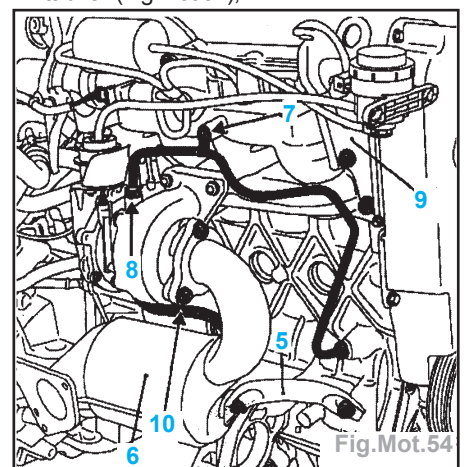

Fig.Mot.54
- la béquille (5) puis le catalyseur (6),
- la fixation (7) puis le tuyau d'alimentation d'huile en (8) et l'écarter vers le tablier (Fig.Mot.54),